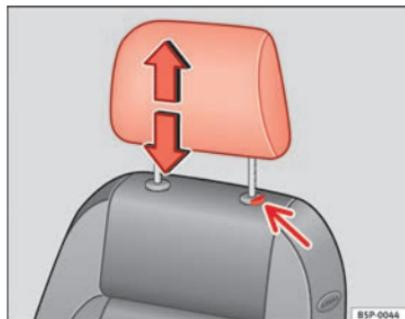

Fig. 73 Regulação ou desmontagem do encosto de cabeça
- Pressionar o botão ⇒ Fig. 73 (seta).